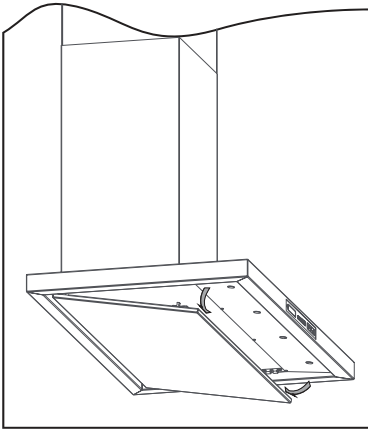

Abb.10: Randabsaugungsplatte aufklappen
- Randabsaugungsplatte aus der Arretierung lösen und nach unten klappen (rückseitige Scharniere verhindern ein Herausfallen) (⇒ Abb. 10).
Sie legen das Aktivkohlefilter-Pad in das Filtergehäuse. Dies jetzt oberhalb der herausgenommenen Metallfettfilter (☞ Abb.10 + 11) mit den Laschen hinten einschieben, nach oben drücken und mit der Rändelschraube vorn mittig festschrauben.